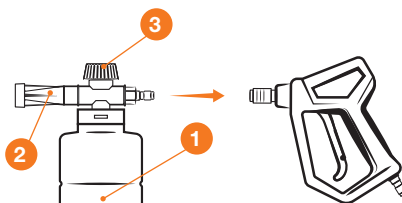

Рис. 4
- Наполните подготовленным моющим средством пеногенератор **1** из комплекта поставки и присоедините его к пистолету (Рис. 4). Регулировку факела распыляемого моющего средства производите поворотом корпуса форсунки **2**. Регулировку подачи моющего средства производите поворотом верхней рукоятки **3**.